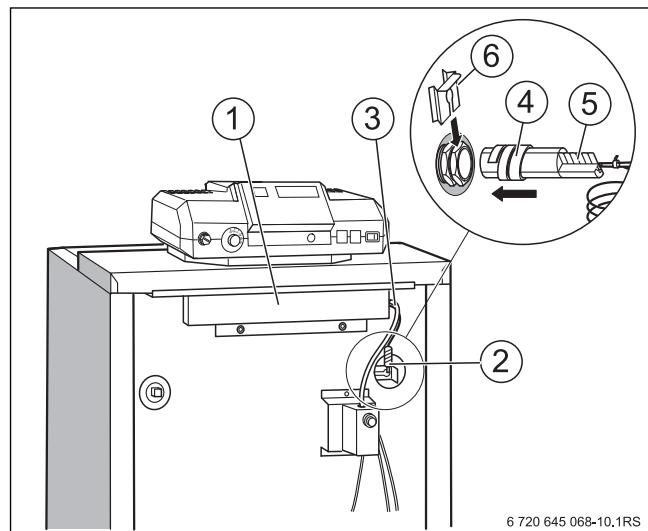

Рис. 18 Установка комплекта датчика температуры
- Снимите крышку с кабельной ниши (→ рис. 18, [1]).